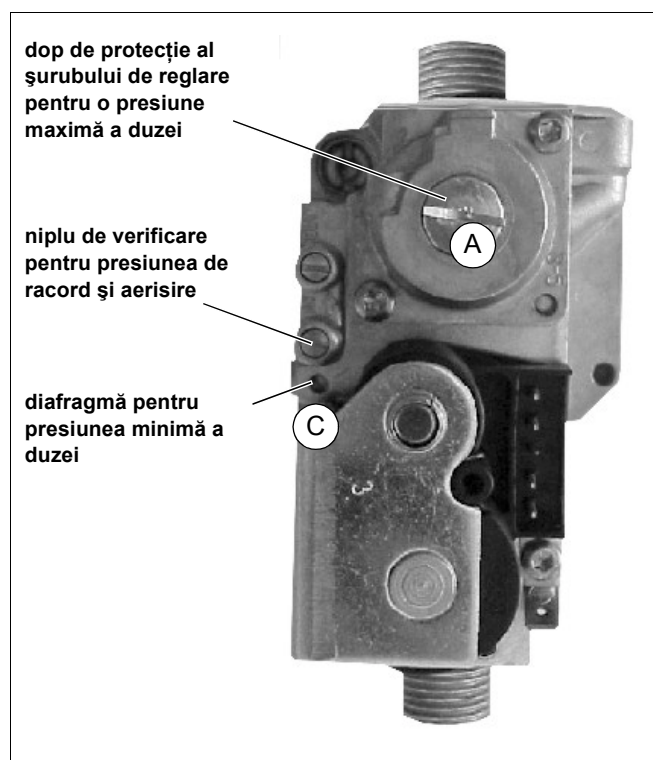
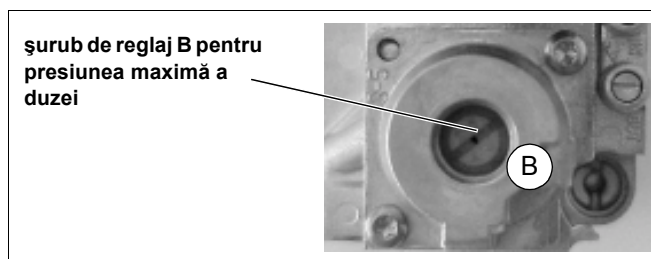
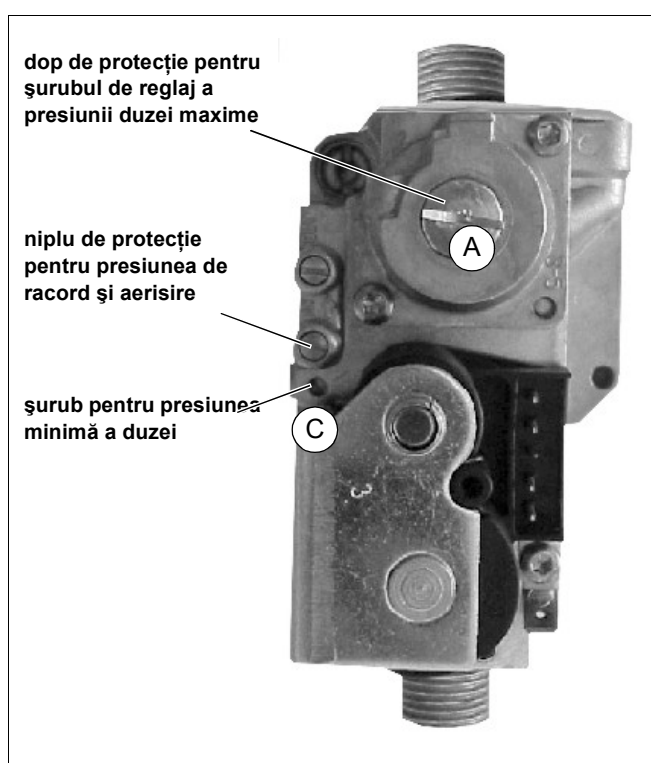

Fig. 35 Rampă de gaz
Fig. 37 Șurub de reglaj pentru presiunea maximă a duzei
Fig. 38 Reglarea presiunii duzei
- Deșurubați șurubul niplului de verificare de la conducta situată deasupra a armaturii țevelor de gaz (Fig. 35) și racordați-o la manometrul în formă de U.
- Îndepărtați manometrul în funcție de U și înșurubați niplul de măsurare (Fig. 35) din nou.
- Îndepărtați (Fig. 38, **Poz. A**) dopul de protecție. Rotiți de șurubul de reglaj pentru presiunea maximă a duzei (Fig. 37, **Poz. B**) pentru a pregăti reglajul. Pentru creșterea presiunii rotiți în sensul acelor de ceas iar pentru scăderea presiunii rotiți în sens invers.
- Îndepărtați manometrul în formă de U și înșurubați din nou (Fig. 38) niplul de măsurare cu șurubul de reglaj.
Dacă această corectură nu este suficientă, trebuie să reglați (Fig. 38, **Poz. C**) șurubul de pe rampa de gaz.
- Rotiți șurubul de pe armatura țevilor de gaz (Fig. 38, **Poz. C**) pentru creșterea presiunii minime a duzei împotriva acelor de ceas iar pentru scăderea presiunii rotiți în sensul acelor de ceas.
- Îndepărtați dopul (Fig. 35, **Poz. A**, pagina 35) de protecție. Strângeți șurubul de reglaj (Fig. 37, **Poz. B**) pentru setarea presiunii maxime.
- Strângeți din nou dopul de protecție (Fig. 35, **Poz. A**, pagina 35) al rampei de gaz.
- Îndepărtați dopul de protecție (Fig. 35, **Poz. A**, pagina 35) de pe rampa de gaz.
Racordați manometrul în formă de U la niplul de verificare a presiunii duzei de la rampa de gaz (Fig. 35, pagina 35) setați cazanul de încălzire pe modul de funcționare pentru încălzire și procedați după cum urmează: